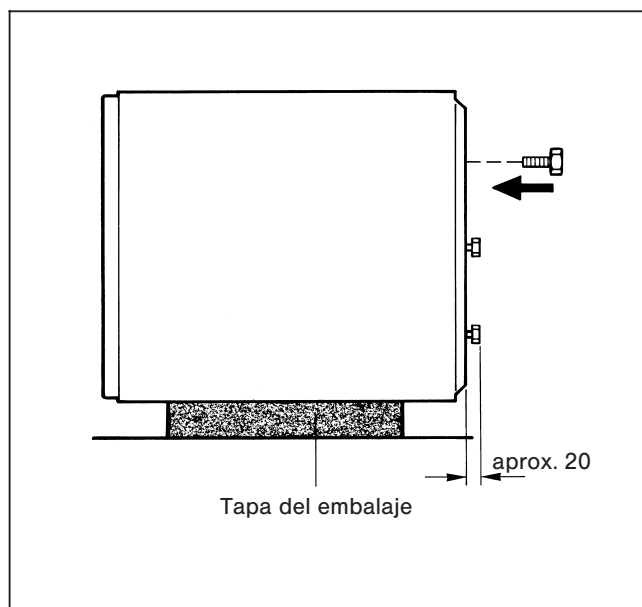

Fig. 3
- Retirar la tapa de embalaje y colocarla como base en el suelo (fig. 3).
- Colocar de lado el acumulador sobre la tapa de embalaje, inclinándolo sobre el borde de la paleta base (fig. 3).
- Enroscar hasta aprox. 20 mm 3 tornillos niveladores abajo en el depósito acumulador (fig. 3).